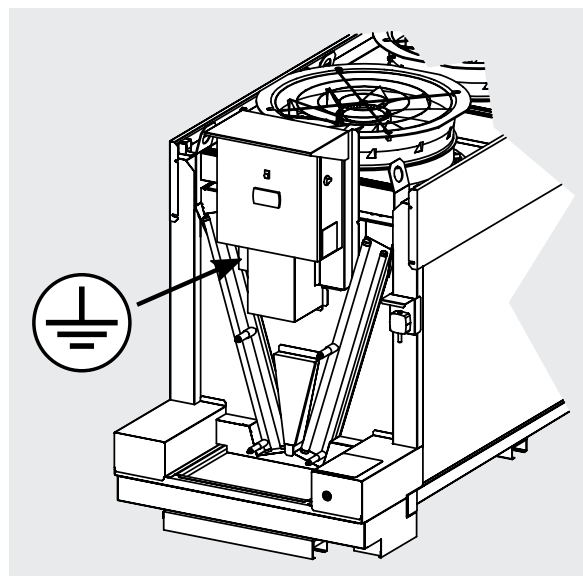

Figure 13
- 8.4 Pour minimiser le risque de contact indirect, le système électrique peut être mis à la terre à l'aide de la broche située sous le couvercle avant, voir la Figure 13.